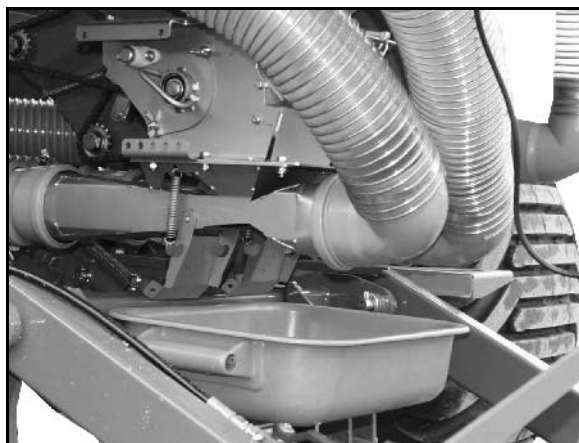

Рис. 57
- Рис. 57: лоток под дозатором посевного материала.